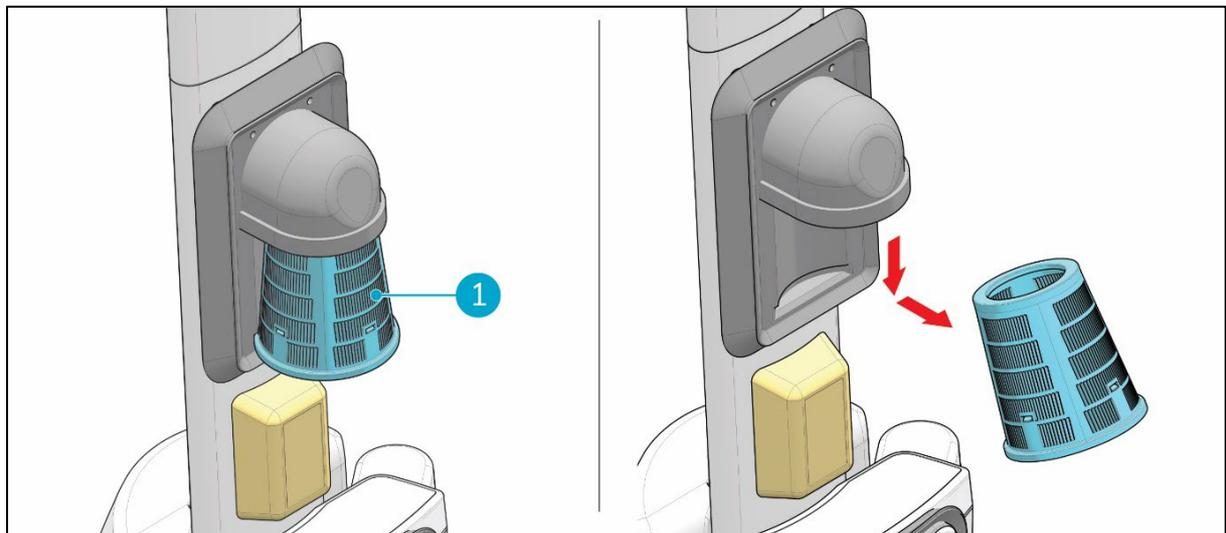

Figura 22
3. Soltar o filtro de aspiração azul (Figura 22, pos 1) por baixo do suporte de borracha, inclinándolo ligeiramente e puxando-o para fora.